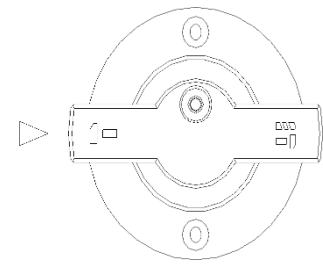

Fig. 5
- Inserire lo scalpello nel portautensili, ruotare il selettore della modalità operativa (7) nella posizione indicata nella figura 4, regolare il selettore della modalità nella posizione desiderata, quindi commutare l'utensile in modalità scalpellatura per applicare (fig. 5).